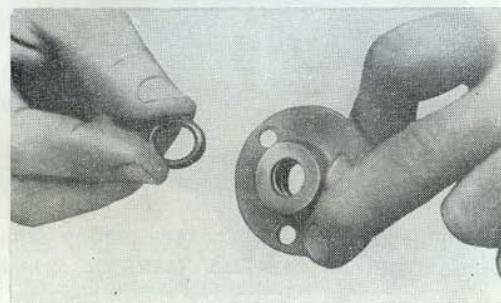

Рис. 102. Установка уплотнительного кольца крышки вала переключения
1. Установить резиновое уплотнительное кольцо в крышку вала переключения (рис. 102).